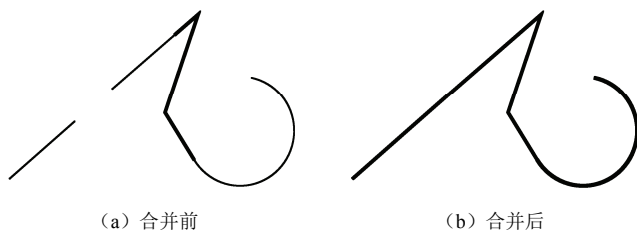

图 4-42 分解示例
**【例 4.25】** 打开“图 4-37.dwg”。如图 4-42 (a) 所示, 先将左侧的两条直线合并, 然后将其中的多段线和相邻的直线、圆弧合并。
结果如图 4-42 (b) 所示。